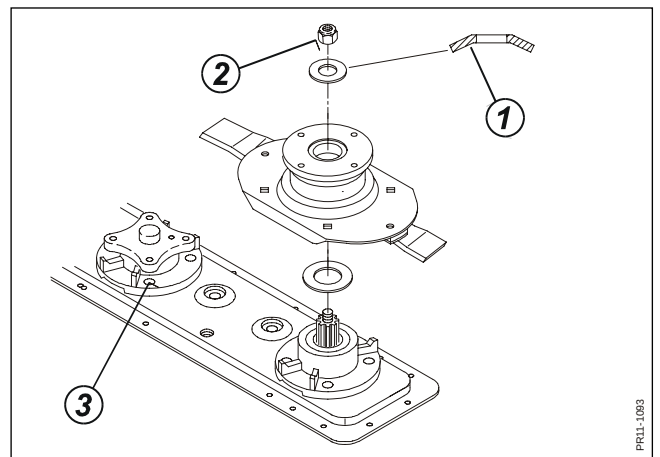

Fig. 5-25
Fig. 5-25 Fjederen (1) over indgangsskiven vendes, som vist, med den buede side opad. Møtrikken (2) spændes til **190 Nm** (19 Kpm). Boltene (3), der fastholder skivelejehuset til bjælken, spændes til **85 Nm** (85 Kpm).